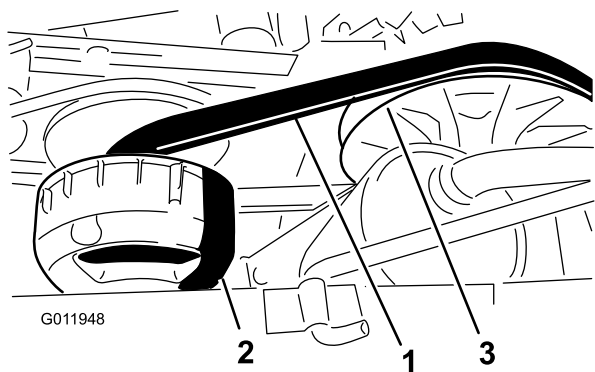

Figura 53
4. Fate girare la cinghia (Figura 53) ed ispezionatela per rilevarne eventuale segni di eccessiva usura o danni.
3. Girate la cinghia e fatela passare sulla frizione secondaria (Figura 53).
4. Rimuovete la cinghia dalla frizione primaria (Figura 53).
5. Allineate la nuova cinghia sopra la frizione primaria (Figura 53).
6. Girate la cinghia e fatela passare sulla frizione secondaria (Figura 53).